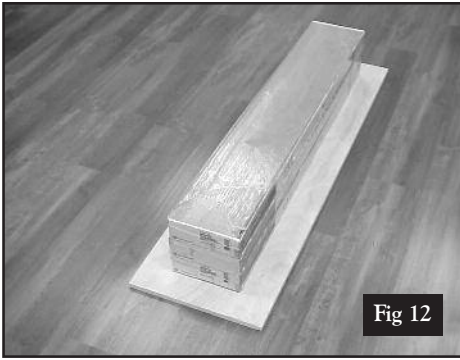
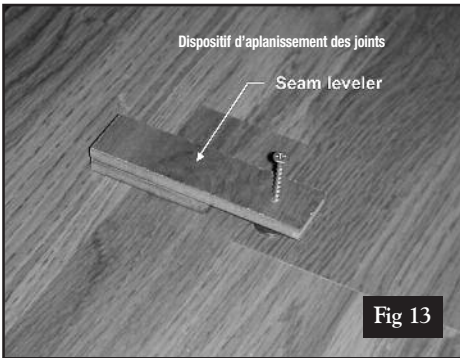

Fig 12
Fig 13
11. Vérifier le panneau remplacé pour vous assurer qu'il est à niveau et que tout est correctement aligné. Placer une planche plate (par exemple un contreplaqué de 19 mm (3/4 po) par-dessus la planche de remplacement et appliquer un poids uniformément (pour vous assurer de sa planitude) par-dessus la zone de remplacement au complet (voir Fig. 12). **Remarque : Si la lame de remplacement présente des zones plus basses, utiliser le dispositif d'aplanissement des joints pour vous assurer un ajustement parfait et de niveau du nouveau panneau (voir Fig.13).**